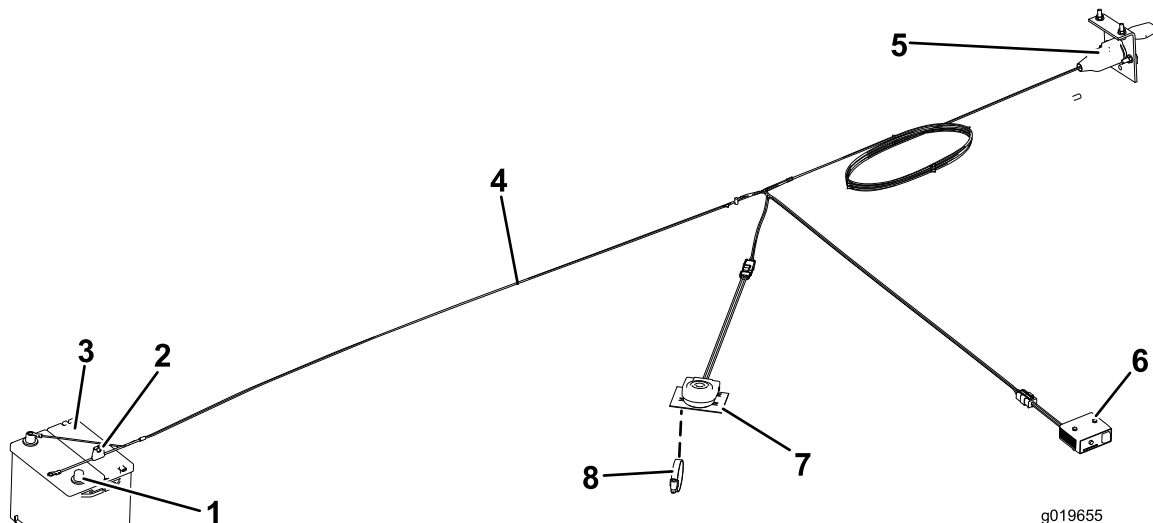

Figura 11
5. Usando le viti e i dadi n. 10 (2), montate il controller del carico sulla plancia o sul parafrangente del trattore.
7. Collegate il cablaggio ai componenti (Figura 11) come descritto di seguito: